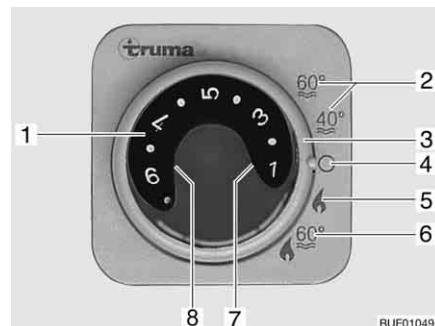

Fig. 201 Centralina di controllo per riscaldamento/boiler
- Impostare la modalità di funzionamento tramite l'interruttore girevole (Fig. 201,3).
A seconda della temperatura ambiente desiderata, il riscaldamento seleziona automaticamente il livello del bruciatore necessario. Al raggiungimento della temperatura ambiente desiderata, il bruciatore si spegne. La temperatura ambiente viene misurata con il sensore di temperatura, accanto al pannello di controllo. Durante la modalità di funzionamento "Riscaldamento e boiler" (Fig. 201,6) è riscaldata anche l'acqua nel boiler. Nella modalità di funzionamento "Riscaldamento senza boiler" (Fig. 201,5) è possibile far funzionare il riscaldamento con il boiler vuoto.
- Impostare la manopola della temperatura (Fig. 201,1) sulla centralina di controllo scegliendo il livello di temperatura desiderato.
- Posizionare l'interruttore girevole (Fig. 201,3) su funzionamento invernale "Riscaldamento senza boiler" (Fig. 201,5) o "Riscaldamento e boiler" (Fig. 201,6).
La spia di controllo verde (Fig. 201,7) si accende e indica allo stesso tempo il livello di temperatura selezionato.
La spia di controllo gialla (Fig. 201,8) indica la fase di riscaldamento dell'acqua con il boiler pieno.
- Posizionare l'interruttore girevole (Fig. 201,3) su "O" (Fig. 201,4).